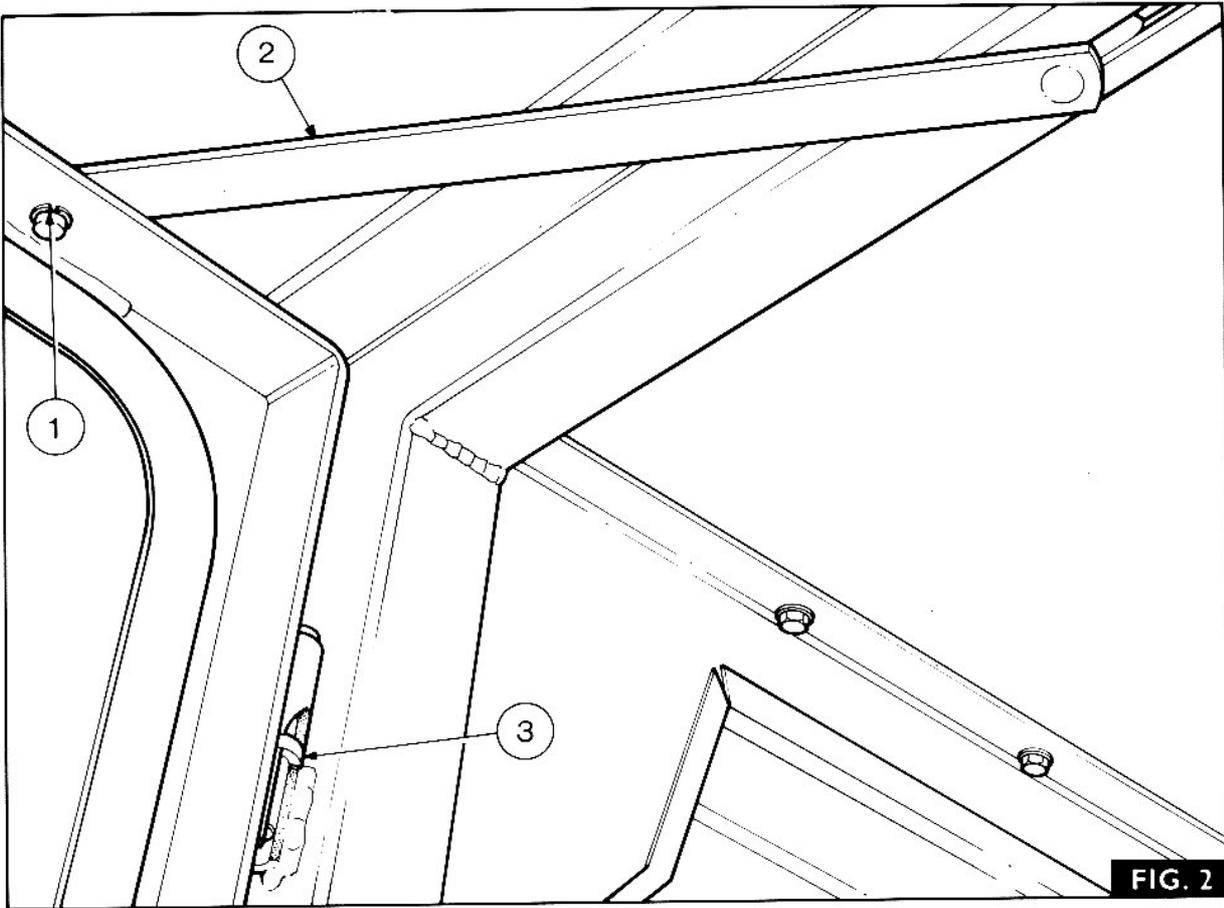

FIG. 2
### Dépose (Fig. 2)
2. Fig. 2. Retirer le circlip (1) de l'entretoise (2) et dégager l'entretoise de la porte.
3. Sortir la porte de ses charnières en la soulevant et retirer les rondelles de nylon (3).